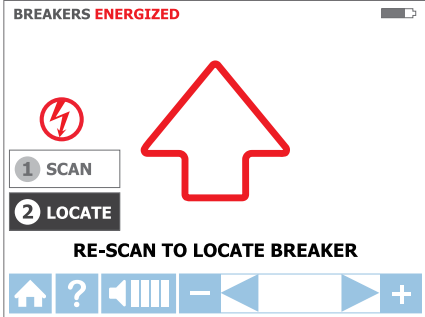
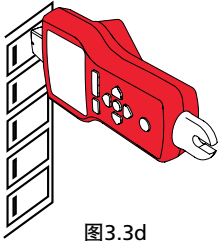

图3.3c
图3.3d
1. 利用箭头键高亮显示“LOCATE”(定位)模式，然后按黄色“ENTER”(确认)按钮，选中该模式。(参见图3.3c)
2. 将探针传感器接触每个断路器半秒钟，对其重新扫描。红色箭头表示正在扫描(见图3.3c)。确保探针传感器的凹槽与断路器纵向平行。(参见图3.3d)。